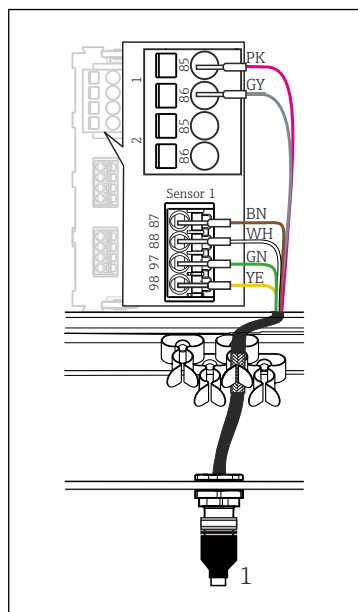

図 47 M12 コネクタ（センサモジュールの例）
このタイプの接続では、機器は工場ですでに配線されています (→ 図 47)。
▶ センサケーブルコネクタ（→ 図 47 項目 1）を直接 M12 ソケットに接続します。